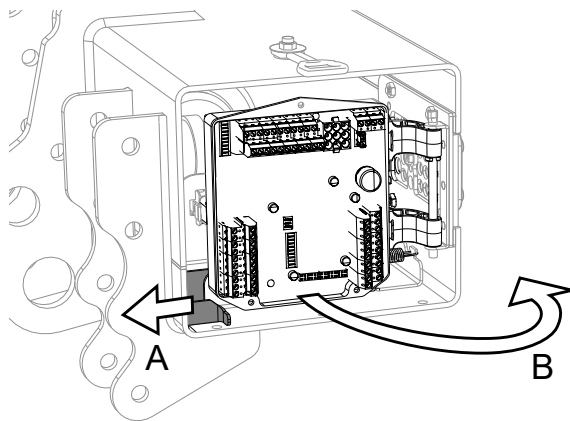
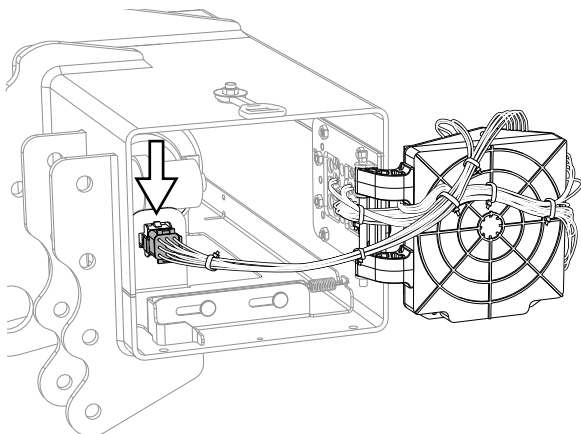

Abb.18. Entriegelung
Abb.19. Anschlussbuchse
3. Die Steuerplatine (B) herausklappen und den Kabelbaum am Stecker des Hydraulikaggregats lösen, siehe Abb.18 und Abb.19.